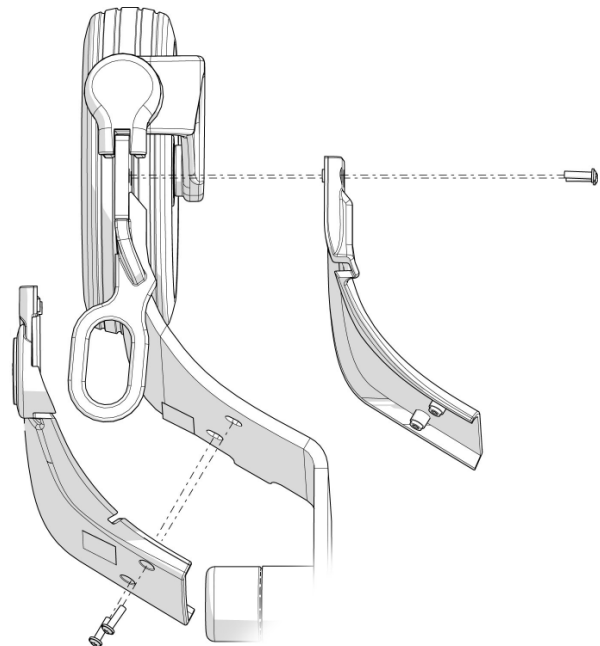

Bild 1. Länkmarmens kåpor sitter monterade med fyra skruvar.
6. Montera länkmarmens kåpor. Var uppmärksam på hur belysningens kablage ligger innanför kåpan, se bild 1 & 2.